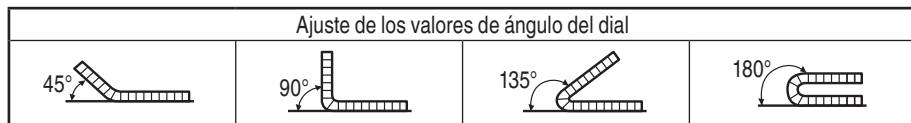

Fig. 42-1
- (6) Ajuste el ángulo de curvatura. Alinee el dial de ajuste en el color de tamaño y en el ángulo de varilla adecuados para la varilla que va a ser doblada. (Fig. 42-1, 42-2)